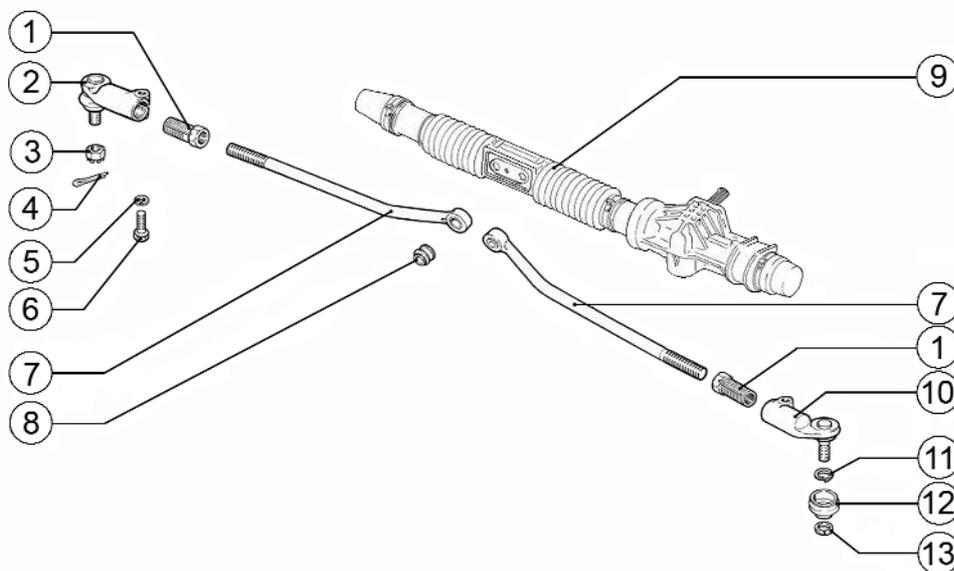
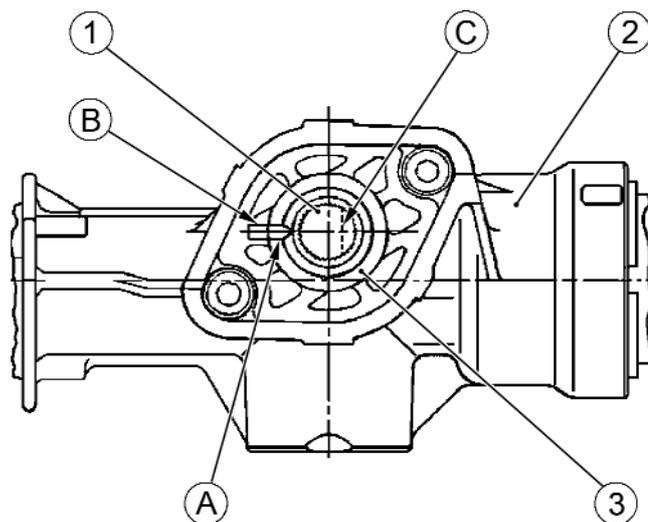

Рисунок 5 - Детали тяг рулевой трапеции:
Рисунок 6 - Проверка положения шестерни рулевого механизма:
Извлечь шплинт 4, рисунок 5, гайки 3 шарового пальца наружного наконечника 2 рулевой тяги и отвернуть гайку (плоскогубцы, ключ кольцевой 19).
Установить внутренние наконечники 7, рисунок 5, рулевых тяг в среднее положение, соответствующее прямолинейному движению автомобиля. При этом метка "А", рисунок 6, на пыльнике 3 шестерни должна находиться напротив метки "В" на картере, а лыска "С" шестерни должна занять вертикальное положение с правой стороны по ходу движения автомобиля.
- момент затяжки гаек 3, рисунок 5, крепления шаровых пальцев - от 28 до 34 Н.м (от 2,8 до 3,4 кгс.м). При несовпадении вырезов в гайках 3 с отверстиями для шплинтов 4 в шаровых пальцах повернуть гайки для обеспечения шплинтовки;